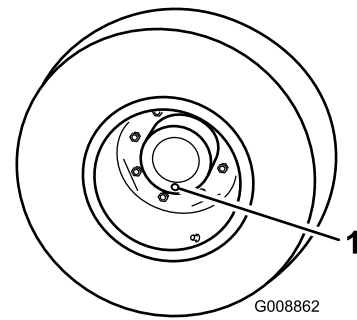

Bild 103
1. Stellen Sie die Maschine auf einer ebenen Fläche ab und positionieren Sie das Rad so, dass sich eine der Prüfschrauben in der untersten Stellung (6 Uhr) befindet (Bild 103).